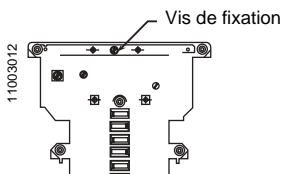

Figure 5 : Centre de distribution monophasé
3. Si le centre de distribution à disjoncteur principal n'est pas utilisé comme panneau d'entrée de service, retirer la vis de fixation du neutre en laiton comme indiqué aux figures 5 et 6.